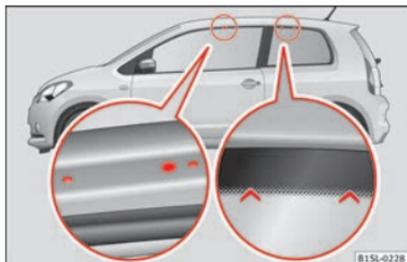

Fig. 141 Pontos de fixação dos suportes básicos e do porta-bagagens de tejadilho em veículos de duas portas.
Veículos de duas portas: os orifícios e as marcas que indicam os pontos de fixação para os suportes básicos dianteiros encontram-se na parte inferior dos pilares do tejadilho » **Fig. 141** (imagem ampliada esquerda). Os orifícios e as marcas só se veem quando a porta está aberta. As marcas para a fixação dos suportes básicos traseiros encontram-se na parte superior dos vidros » **Fig. 141** (imagem ampliada direita).
- O suporte básico deve fixar-se exclusivamente nos pontos indicados na ilustração »» Fig. 141.